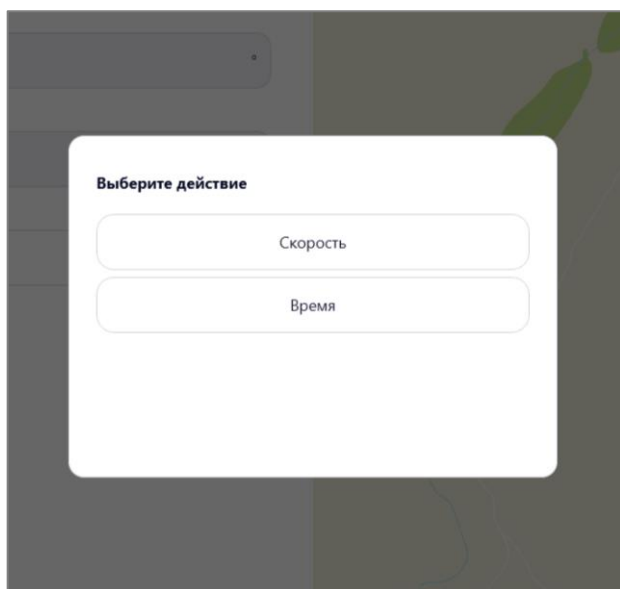

Рисунок 71 – Выбор действия
- на открывшейся форме выбрать необходимое (рисунок 71);